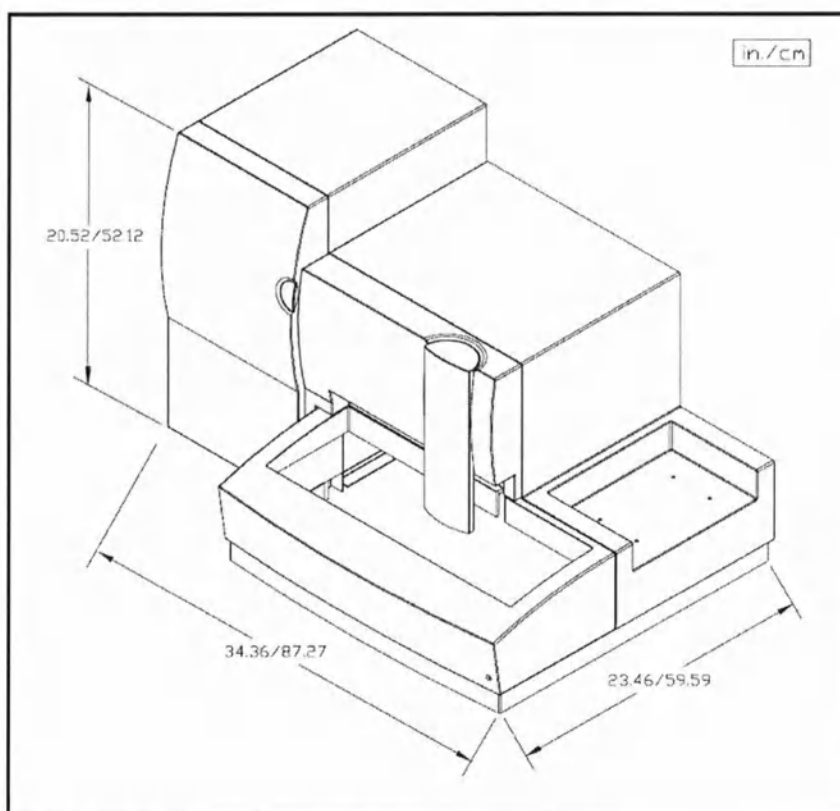

Рис. 3-1 Габариты системы
6. МОА и ХСА располагаются как показано на рис. 3-1 без зазора.